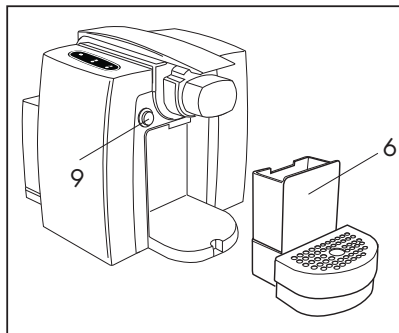
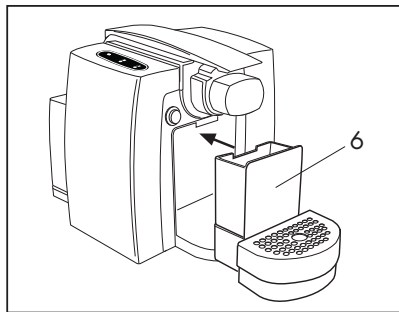

Fig. 15
Fig. 16
• Quand les touches ☐ (D), ☑ (E) clignotent, cela signifie qu'on a utilisé 15 dosettes et que tiroir des dosettes (6) est plein. Dans ce cas, la machine ne fait plus de café.
Retirer le porte dosettes (6) le vider et le rincer (Fig. 15). Nettoyer les résidus d'eau et de café du bac et de la grille. Lorsqu'il est propre, réintroduire le bac avec le porte dosettes (Fig. 16).